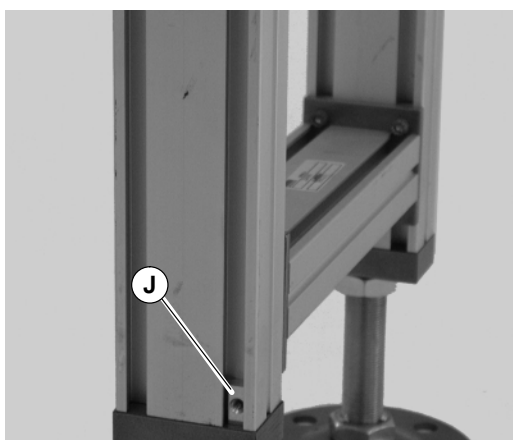

Abbildung 9
1. T-Mutter (J siehe Abbildung 9) in den T-Schlitz des Stützbeins installieren.